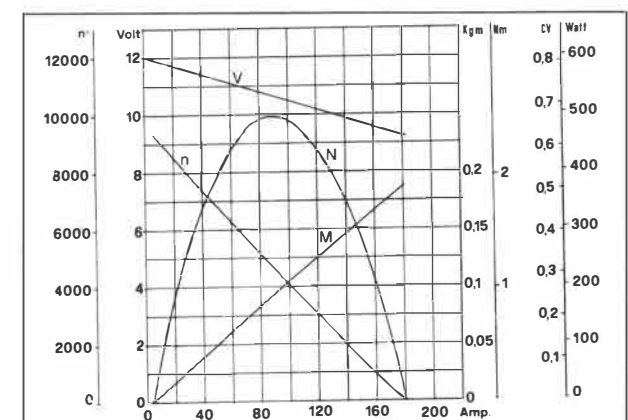

Fig. 55
La Fig. 55 montre les courbes de puissance (P), le couple transmissible (M), le nombre de tours (n/1') et la tension aux bornes du démarreur, en fonction du courant absorbé (Amp.) et de la capacité batterie pour une température extérieure de 20°C . Pour les réparations s'adresser à un Atelier électrique.
Fig. 55 shows rating curves (P), starting torque (M), R.P.M. and voltage (V) at starter motor terminals in relation to current absorbed (Amp) and battery capacity at 20°C ambient temperature.
Die Abbildung 55 zeigt die Werte der Leistung (P), den Anwerfdrehmoment (M), die Drehzahl (n/1') und die Spannung zwischen den Anschlussklemmen des Anlassmotors als Funktion der Stromabnahme (Amp) bei einer äusseren Temperatur von 20°C . Bei Reparaturen oder Überholungen wende man sich an Elektrofachwerkstätten.